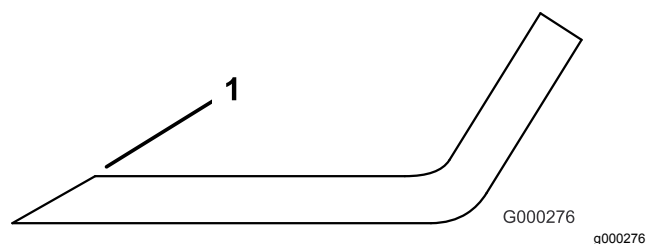

Figura 131
3. Inspeção as extremidades de corte de todas as lâminas e afie-as se apresentarem sinais de desgaste ou ranhuras (Figura 131).
Nota: Afie apenas a zona superior da parte cortante e mantenha o ângulo de corte original para garantir um desempenho eficaz da lâmina (Figura 131). A lâmina manterá o equilíbrio se for retirada a mesma quantidade de metal de ambas as extremidades de corte.